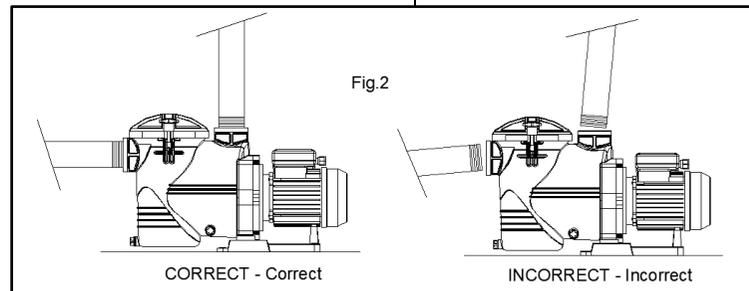

Fig.2
- The connection of the pipe must be threaded into the mouths of the pump using the right accessories (Fig. 2).
pressure being exerted on the pump and the tube. Apart from making assembly more difficult, this pressure could even break them. (Fig. 2)
- Suction tube installation is done at a slight angle of 2 % towards the pump, thus avoided siphon formation. (Fig.2).
- ! La tuyauterie doit être vissée sur les orifices d'aspiration et de refoulement des pompes en utilisant les accessoires appropriés (Fig. 2).
- L'installation du tuyau de refoulement devra être effectuée dans une position entièrement perpendiculaire et verticale, parfaitement centrée par rapport à l'orifice à connecter, de façon à éviter que la pompe et le tuyau ne soient soumis à des efforts externes qui, indépendamment de gêner les opérations de montage, pourraient parvenir à en causer la rupture. (Fig. 2)
- Le tuyau d'aspiration devra être installé en légère inclinaison montante (2 %) vers la pompe, ce qui permettra d'éviter la formation de poches d'air. (Fig.2).